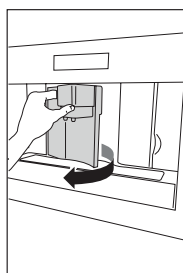
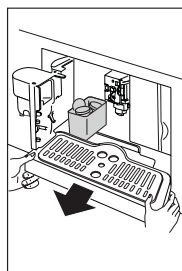
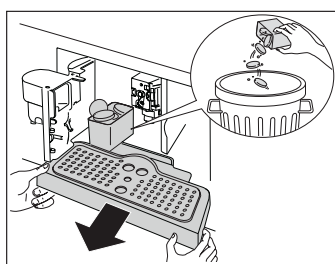

Fig. 23
Fig. 24
Fig. 39
- ▶ Para limpiarlo, abra la puerta de servicio en la parte frontal tirando del surtidor de café (Fig. 23), retire la bandeja de goteo (Fig. 24), vacíe el recipiente y límpielo (Fig. 39).